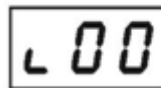

图9
(5) 显示图 9：为选择阀门最小开度，范围为 0~30%（100%显示 A0），表示最小输入信号对应阀门的最小开度。长按 SET 键 3S，最后 2 位数字闪烁，Up 红灯亮，这时可短按 SET 键，增大数值。再长按 SET 键 3 秒，最后 2 位数字闪烁。Down 绿灯亮，这时可短按 SET 键，减小数值。长按 SET 键 3 秒不闪烁。短按 SET 键，进入下一个选择。 i.